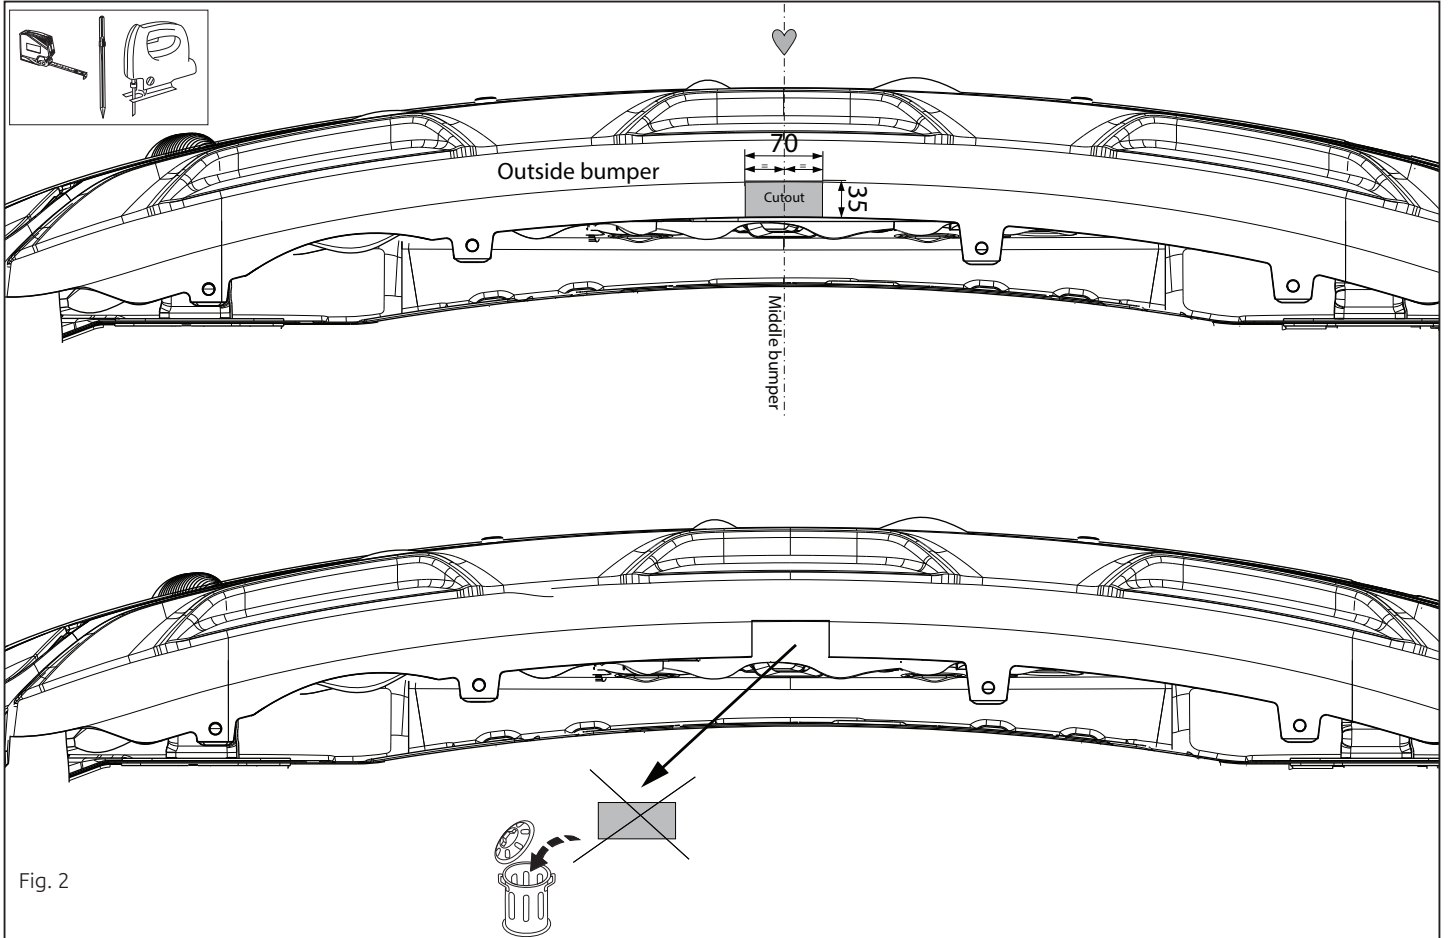

Fig. 2
6. Выпилить часть из бампера в середине снизу, как указано на рис. 2.